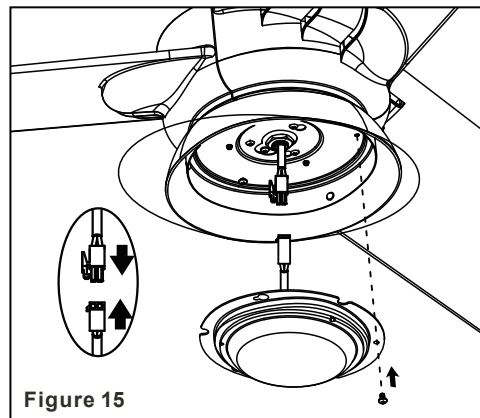

Figure 15
Étape 2 : Rentrez soigneusement les fils dans le kit d'éclairage. Alignez les trois trous ronds du kit d'éclairage sur le boîtier du commutateur. Serrez fermement à l'aide de 3 vis (Fig. 15)